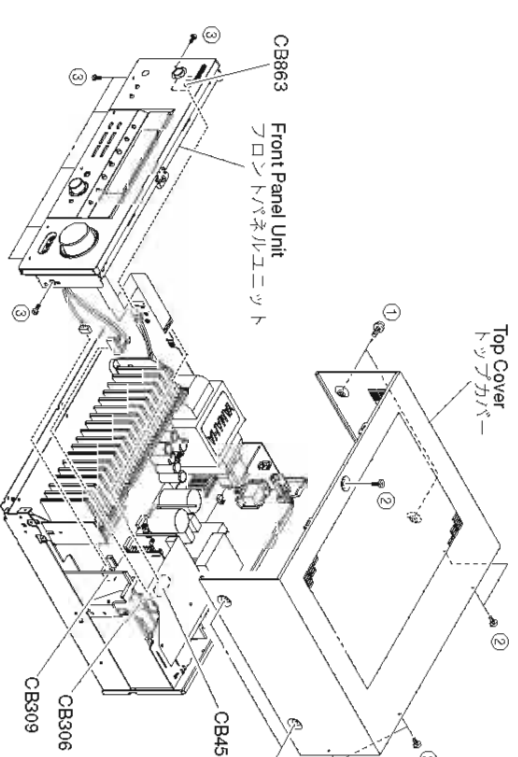

Fig. 1
- c. CB306、CB309、CB456、CB863を外し、フロントパネルユニットを取外します。(Fig. 1)